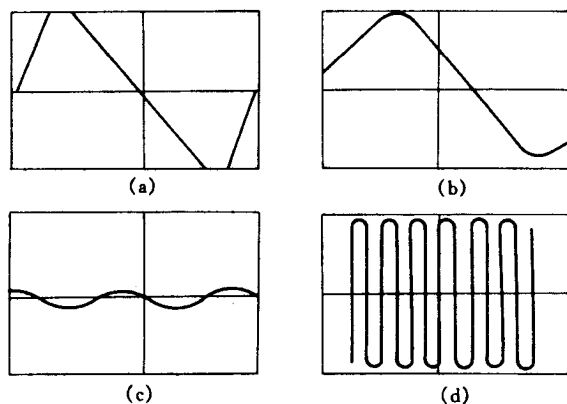

图 1-4 几种不合理的波形
(1) 要注意显示屏幕的有效面积。波形的大小要合适，若波形幅度过大，会超过屏幕上坐标格而无法读数，有时还会出现非线性失真。反之，若波形过小，就无法读数或无法准确读数。图 1-4 所示是几种不合理的波形显示。图 (a) 为 Y 轴灵敏度过大，有部分波形显示在屏幕之外，应减小 Y 轴的灵敏度；图 (b) 为 X 轴灵敏度过大，波形在屏幕上没有显示出一个完整的周期，因此无法确定该波形的周期（或频率）；图 (c) 是 Y 轴的灵敏度过小，这时波形的幅值无法准确读取；图 (d) 所显示的波形在 X 轴上有多个周期，其原因是 X 轴的灵敏度过小，对于确定该波形周期的读数是不方便的。一般在整个屏幕上显示两到三个周期是比较合适的。
12. 应如何调节才能使图 1-4 所显示的几种不合理波形变得能够正常显示出来？